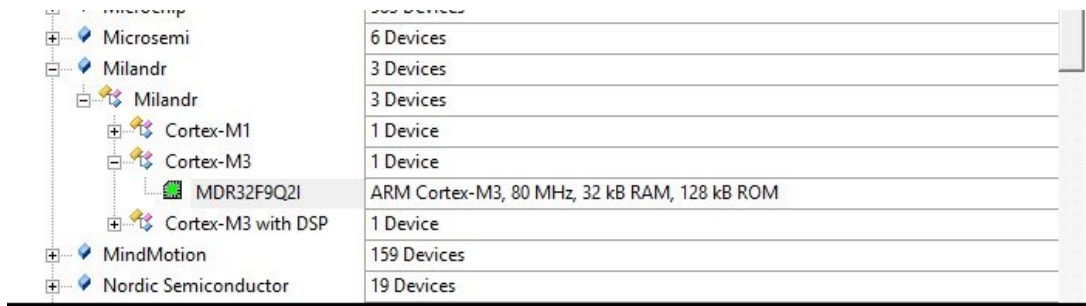

Рисунок 12
5.6.6 Убедиться, что в списке поддерживаемых контроллеров появились контроллеры Миландр, в частности контроллеры на базе ядра "Cortex-M3" (см. рисунок 12).